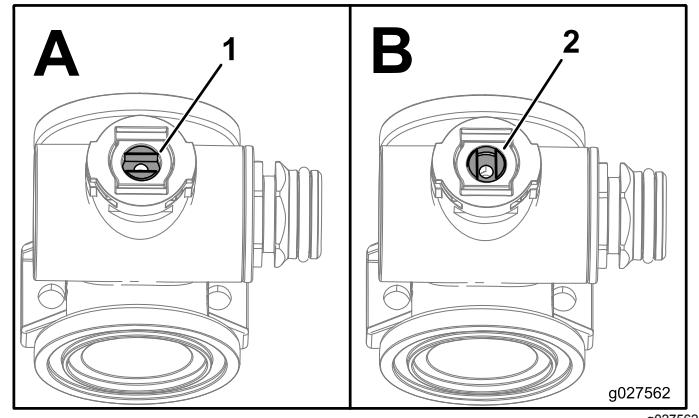

Figura 97
1. Posizionate lo stelo della valvola in modo che sia in posizione chiusa (B di Figura 97).
3. Ruotate lo stelo della valvola in modo che la sfera sia in posizione aperta (A di Figura 97).
- Ruotate il gruppo dello stelo della valvola in modo che la valvola sia chiusa (B di Figura 97)